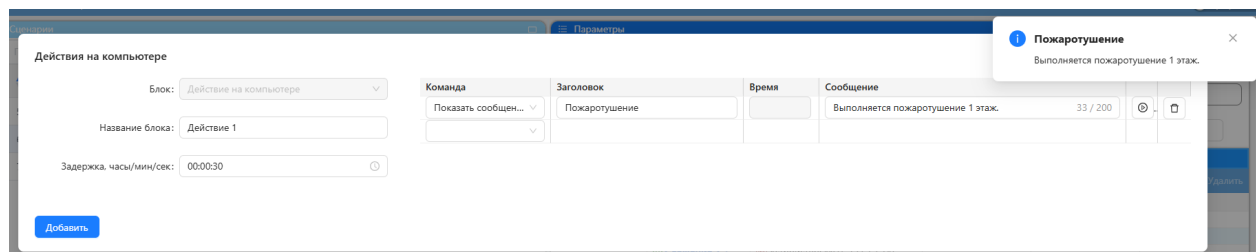

Рисунок 7.129 – Окно «Действия на компьютере», команда «Показать сообщение»
– «**Показать сообщение**»: заполните поля «**Заголовок окна**» и «**Сообщение**» в соответствии с рисунком Рисунок 7.129. Для проверки работоспособность сообщения нажмите кнопку .